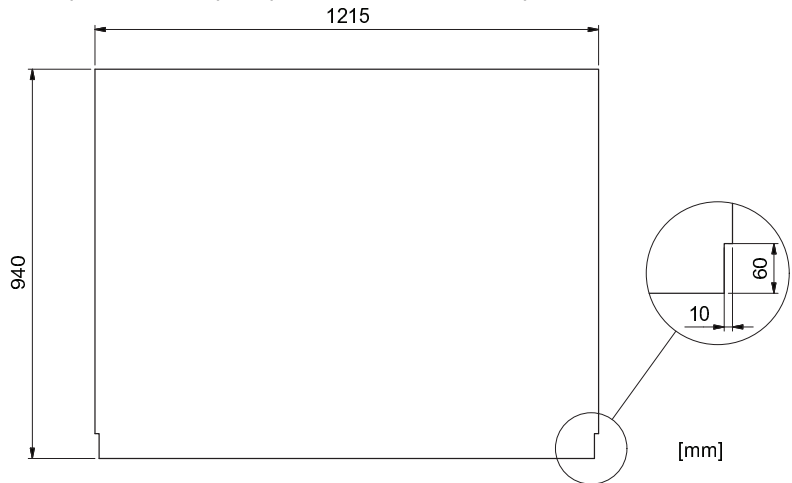
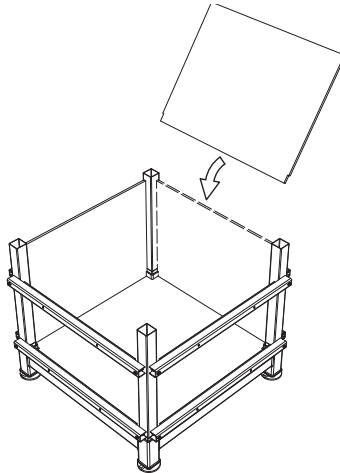

Figure 23. Dimensions de la planche latérale pour gravier. Remarque : des encoches sont pratiquées dans les deux angles inférieurs de la planche.
Figure 24. *Positionnement des planches latérales.*
- 5.2 Coupez quatre planches dans du contreplaqué de coffrage de 18 mm conforme à la norme EN 636-3 au format indiqué sur la Figure 23. Positionnez les planches l'une après l'autre sur la base, les encoches vers le bas, appuyées contre les supports de coffrage. Voir Figure 24. Les planches doivent s'appuyer sur le cadre inférieur et non sur la planche du fond. Fixez les planches aux supports de coffrage à l'aide de vis à bois. Lorsque toutes les planches sont en place et forment un caisson, passez à l'étape 6 pour monter le cadre supérieur.